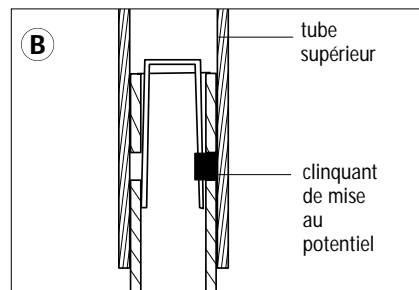
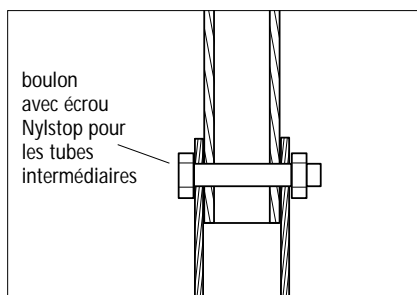

fig. 16
fig. 15
- Assembler les tubes suivant la hauteur du support (fig.15). Le tube supérieur doit être libre et coulissant (fig.16) par rapport aux tubes inférieurs (assemblés entre eux) qui sont en appui sur le palier du plastron. La tringlerie ne doit pas contraindre le mécanisme de commande de l'interrupteur